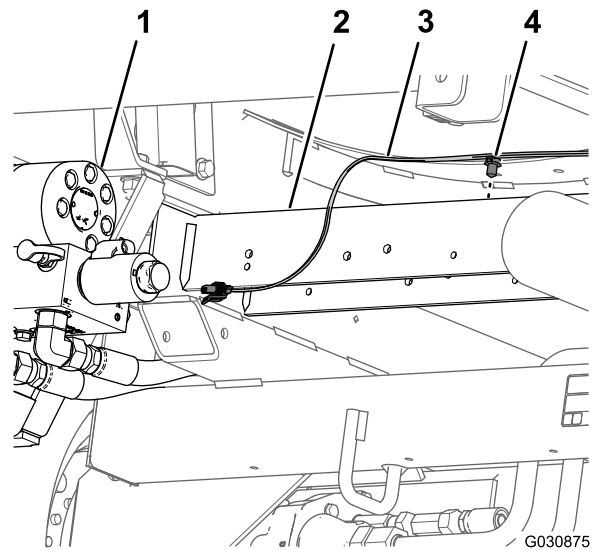

**Figure 27**
6. À l'arrière de la machine, du côté intérieur de la pompe de pulvérisation, débranchez le connecteur à 2 douilles sur le faisceau principal arrière du connecteur à 2 broches du relais de la pompe (Figure 27).